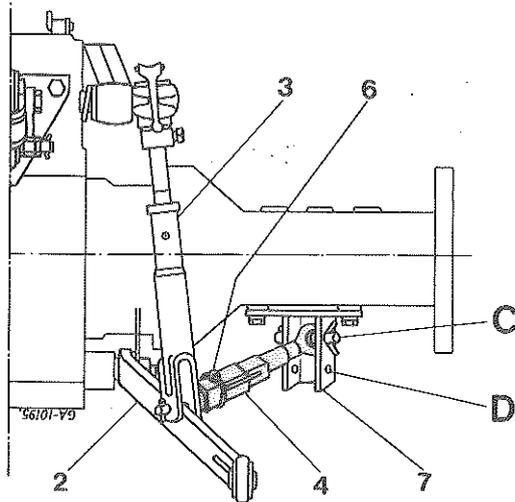

Figure 38
Les supports latéraux (7) Fig. 38, comportent 2 trous de fixation (C et D) pour permettre le positionnement des bras inférieurs (2). Certains instruments travaillant au dessus du sol tels que faucheuses portées demandent un contrôle latéral maximum de relevage tandis que les charrues nécessitent un certain débattement latéral. Lorsque vous attelez une charrue fixez les deux stabilisateurs (4) aux trous supérieurs (C). Ceci assure le débattement nécessaire en position de travail et neutralise le débattement en position de transport. Pour les instruments opérant sans contrôle de position fixez les stabilisateurs (4) aux trous inférieurs (D) afin d'obtenir un contrôle latéral maximum des bras lors de la course de relevage.